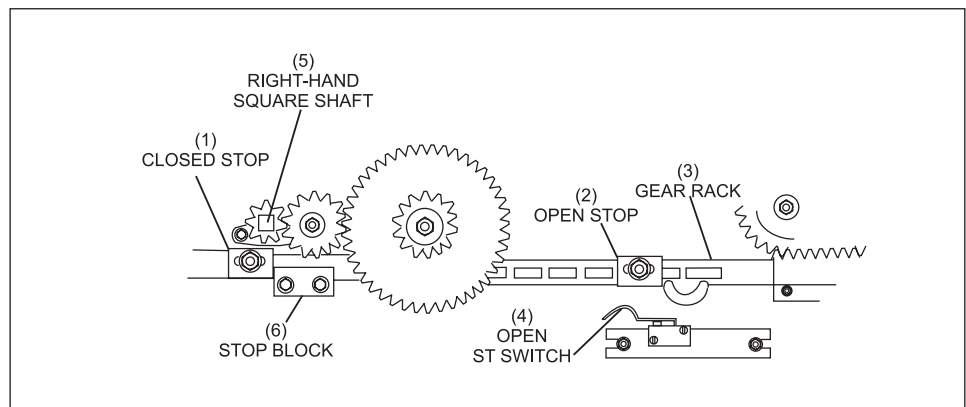

Abbildung 8-6. Greifzangen geschlossen
3. Drehen Sie die Greifzangen-Vierkantwelle, bis die Greifzangen vollständig geschlossen sind. Der ST-Schalter sollte offen sein und der geschlossene Anschlag sollte am Anschlagblock anliegen. Siehe Abbildung 8-6.